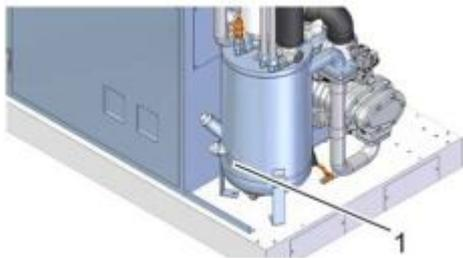

Рис. 31: Проверка уровня охлаждающей жидкости через смотровое стекло
7. ➔ Проверьте уровень охлаждающей жидкости посредством смотрового стекла (Рис. 31/1) и при необходимости долейте в соответствии с инструкциями, приведёнными в ➔ Разделе 7.4.2 «Проверка уровня охлаждающей жидкости / Дозаливка охлаждающей жидкости» на стр. 54.